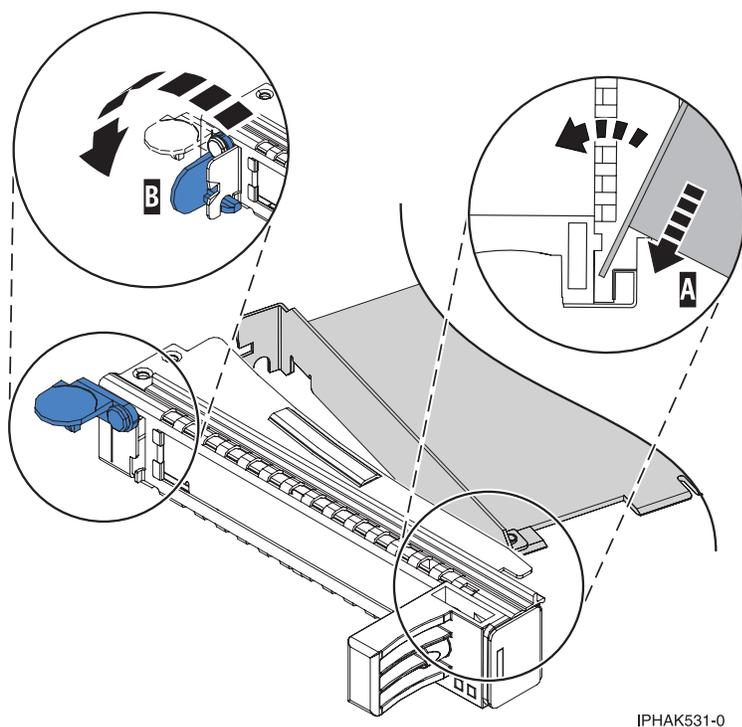

Figure 135. Retrait de la carte de la cassette de cartes PCI simple largeur
- a. Placez le levier de blocage de la contre-poupée en position ouverte, insérez fermement la carte dans le bloc de retenue (A). Voir figure 135, à la page 155.
c. Fermez le levier de blocage de contre-poupée (**B**). Voir figure 135.